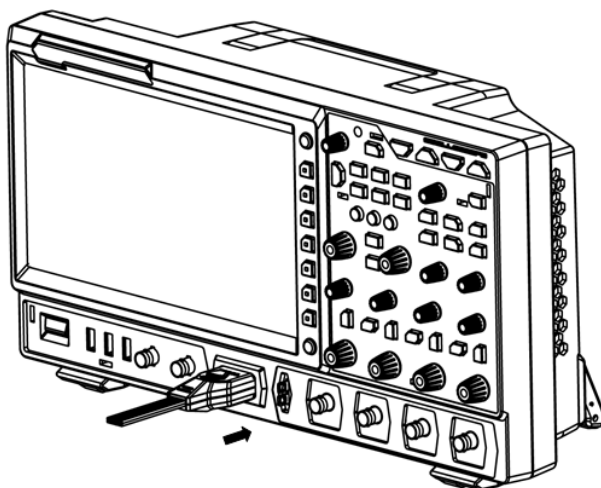

图 7.6 连接逻辑探头
1. 将逻辑探头输出端按正确的方向连接至示波器前面板的数字通道输入端，如 图 7.6 所示。